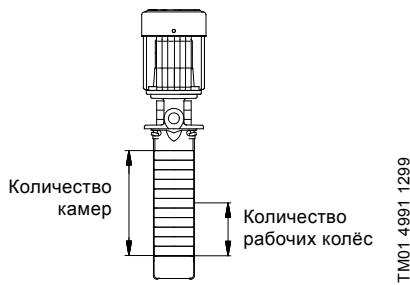

Рис. 2 Количество камер / рабочих колёс
*) См. рис. 2.
Количество камер, см. рис. 2
Количество рабочих колёс, см. рис. 2